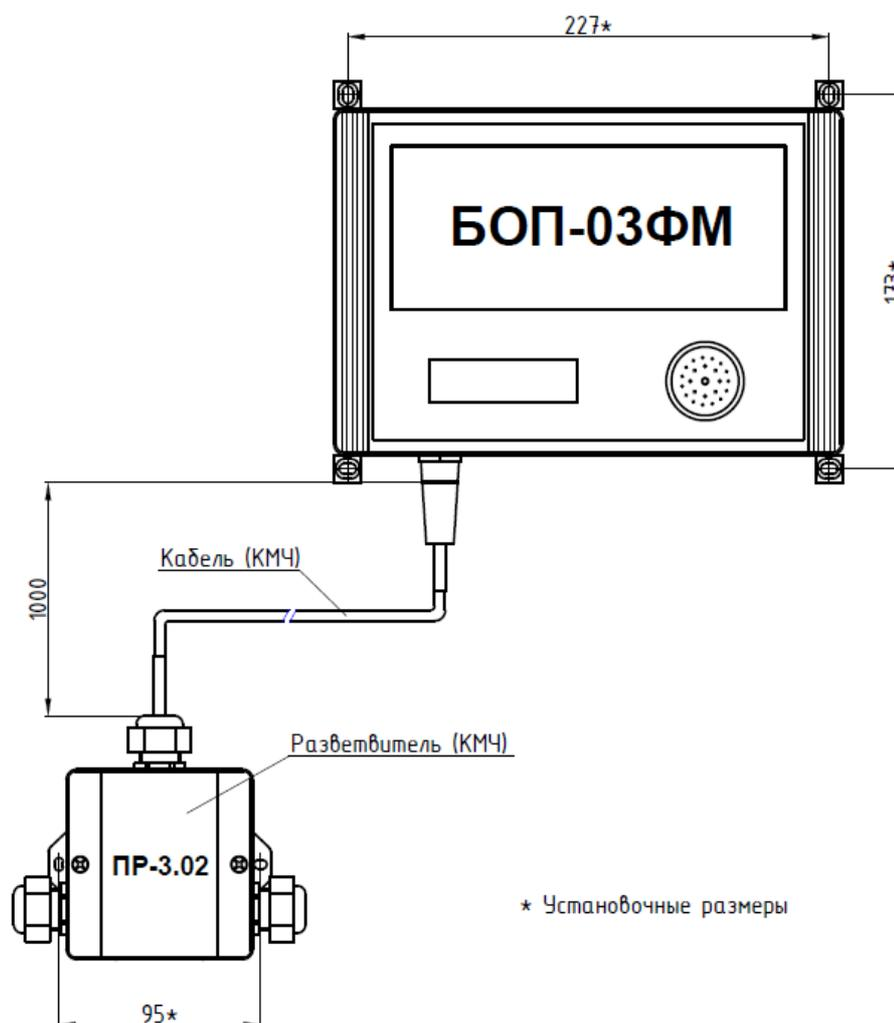

Рисунок 2 – Монтаж БОП-03ФМ
2.1.2.2 Установить блок оповещения и разветвитель из состава КМЧ на стену в помещении, где он эксплуатируется. Длина кабеля подключения из состава КМЧ - 1 м (см. рисунок 2).